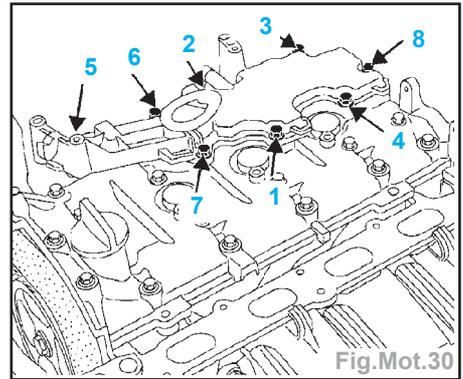

Fig.Mot.30
- Reposer le décanteur d'huile et le serrer dans l'ordre à 1,2 daN.m (Fig.Mot.30).